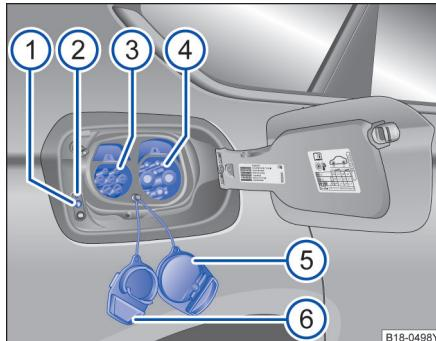

图 126 充电插座
→ 图 126 的图例：
- 若成功连接，则→图 126 ② 充电状态指示灯亮黄色，组合仪表的显示屏中出现指示灯 。